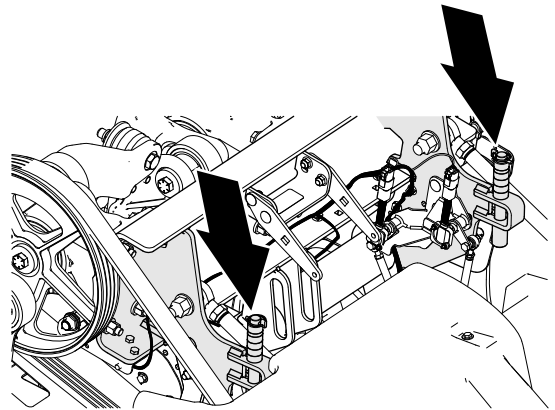
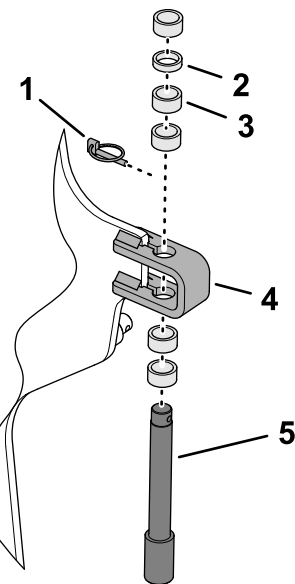

图 120
图 121
3. 拆下将限深销和隔片固定至限位支架的保险销图 120 和图 121。